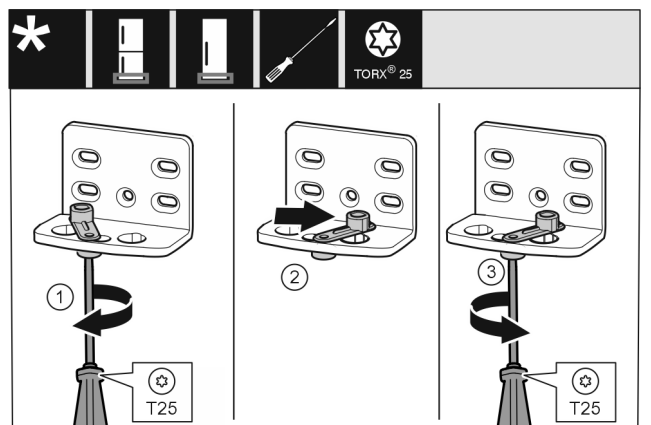

Fig. 11
- ▶ 用 T25 螺丝刀拧松螺钉。 Fig. 11 (1)
- ▶ 将关门辅助装置提起并向右 90° 转入钻孔。 Fig. 11 (2)
- ▶ 用 T25 螺丝刀拧紧螺钉。 Fig. 11 (3)